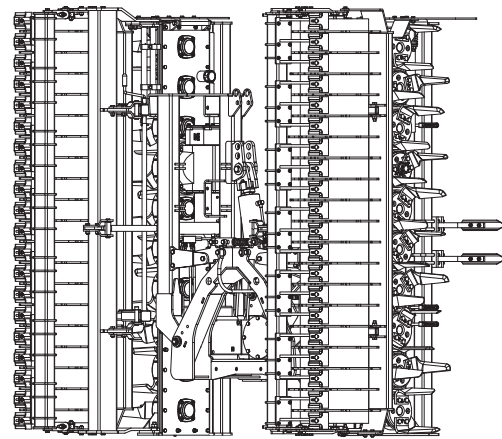

FIG. 24 Maschine in Transportstellung
Mit der Maschine in Transportstellung (Fig. 24) ragen die Deflektoren nach unten über die Silhouetten (oder Abstützbasis) des Egges selbst hinaus: **VOR DEM ABSTÜTZEN DER MASCHINE AUF DEN BODEN, DIE DEFLEKTOREN ABBAUEN.**
ES IST UNTERSAGT, DIE MASCHINE IN TRANSPORTSTELLUNG (Fig. 24) TEILWEISE ODER AUF NACHGIEBIGEN OBERFLÄCHEN ABZUSTÜTZEN: die Deflektoren abbauen und sich vergewissern, dass der Boden imstande ist, die Maschine zu stützen, ohne nachzugeben oder sich zu verformen und dass die Maschine vollständig abstützt.
Mit der Maschine in Transportstellung (Fig. 24) ragt der Planierschuh nach unten über die Silhouetten (oder Abstützungsbasis) des Eggens selbst heraus: **VOR DEM ABSTÜTZEN DER MASCHINE AUF DEN BODEN, DEN PLANIERSCHUH ABBAUEN.**
**ES IST UNTERSAGT, DIE MASCHINE IN TRANSPORTSTELLUNG (Fig. 24) TEILWEISE ODER AUF NACHGIEBIGEN OBERFLÄCHEN ABZUSTÜTZEN:** den Planierschuh abbauen und sich vergewissern, dass der Boden imstande ist, die Maschine zu stützen, ohne nachzugeben oder sich zu verformen und dass die Maschine vollständig abstützt.